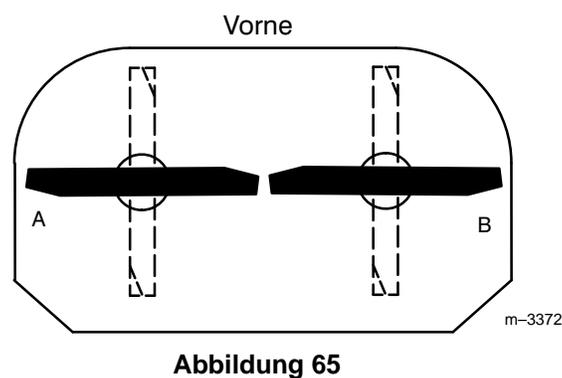

Abbildung 65
2. Die Schnittmesser in Querrichtung ausrichten (Abb. 65). An Position "A" und "B" (Abb. 65) von einer ebenen Oberfläche zur Schneidkante der Messer messen (Abb. 66).